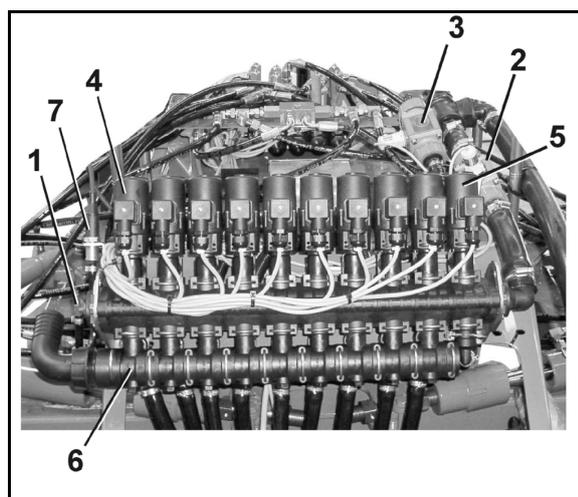

Fig. 96
| <ul style="list-style-type: none"> (1) Varillaje de pulverización con conductos de pulverización (en la imagen, paquetes de extensiones doblados) (2) Estribo del seguro de transporte (3) Bastidor en paralelogramo para el ajuste de la altura del varillaje de pulverización (4) Tubo de protección de toberas | <ul style="list-style-type: none"> (5) Distanciador (6) Seguro de la extensión exterior, véase en la página 115 (7) Compensación de oscilaciones, véase en la página 114 (8) Válvula y llave de conmutación para el sistema DUS (9) Grifería del varillaje, véase la Fig. 96 |